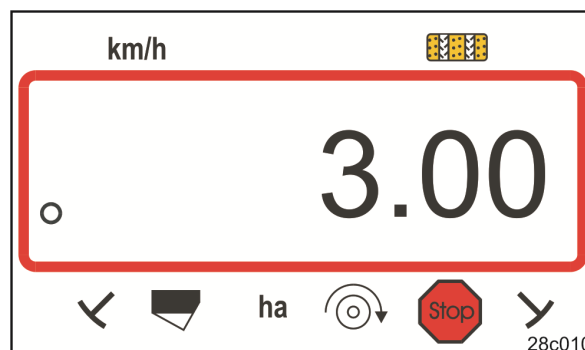

Рис. 15
- Индикация: сохраненная ширина захвата [м], например, 3,0 м (Рис. 15).